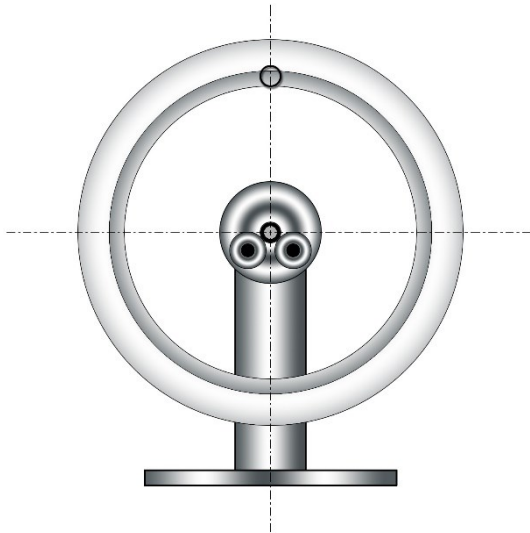

Abbildung 1: Ruhelage Felge ohne Reifen
- Wenn die Felge zur Ruhe gekommen ist, dann befindet sich die leichteste Stelle oben (s. Abb. 1).
- Für die weitere Arbeit ist es sinnvoll, den leichtesten Punkt zu markieren (Punkt auf Abb. 1 oben). Hierfür können Sie Ölkreide oder ein Stück Klebeband verwenden.